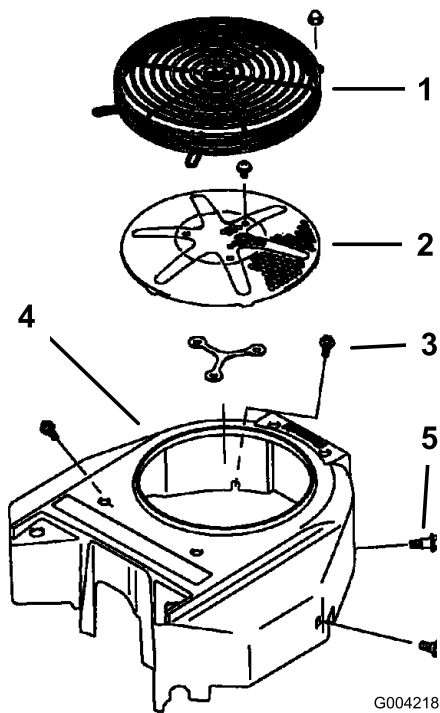

Figura 77
Antes de cada uso, elimine cualquier acumulación de hierba, suciedad u otros residuos de la rejilla del motor. Esto ayudará a asegurar una refrigeración adecuada y una velocidad de motor correcta, y reducirá la posibilidad de sobrecalentamiento y daños mecánicos al motor (Figura 77).
3. Retire la rejilla de entrada de aire, el arrancador de retroceso y la carcasa del ventilador (Figura 77).
5. Instale la rejilla de entrada de aire, el arrancador de retroceso y la carcasa del ventilador (Figura 77).